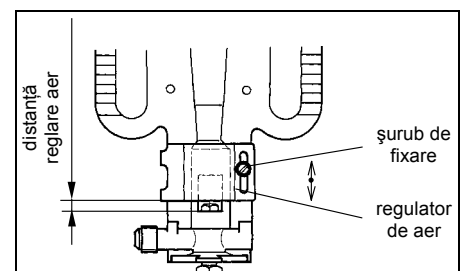

fig. 16
1. Se slăbește șurubul de fixare care fixează regulatorul de aer (fig. 16).